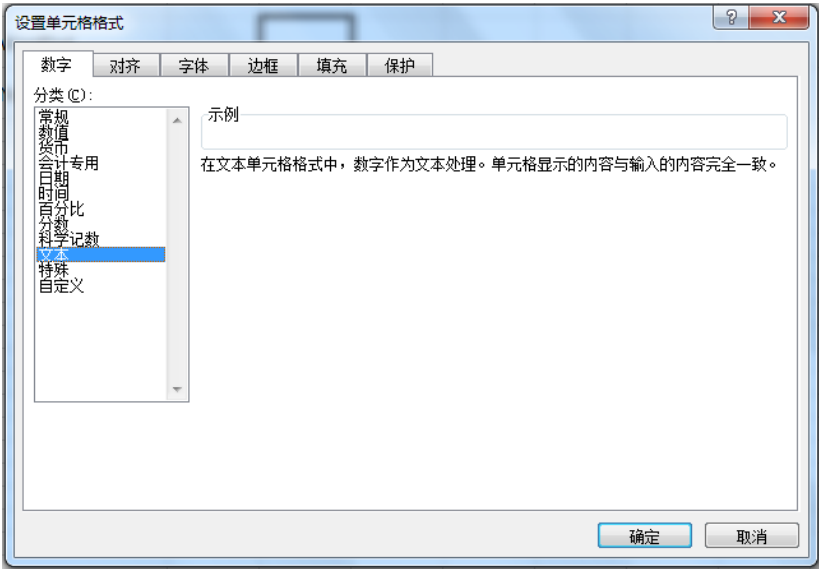

图 4-2: 单元格设置为“文本”类型
5. 为了防止某些字段中的前导字符“0”被自动删除，除了“重量”、“使用次数”和“累加”之外的字段必须设置为“文本”格式，如图 4-2 所示。例如字符串“0012”，如果该字段设置成了“常规”类型，用户看到的可能就是“12”，前导字符“0”被自动删除了。